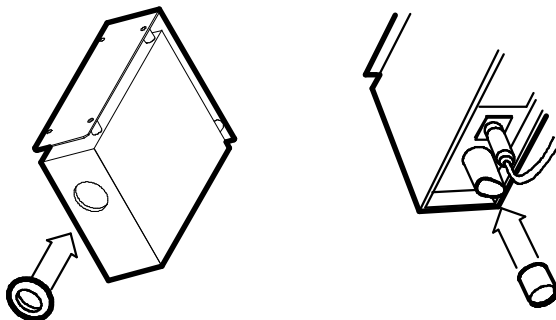

図10
- ① データ処理装置の電源を OFF（切）にします。
- ② 付属のゴムキャップを測定部の投・受光部及び換気ファンに取り付けてください。（図10）